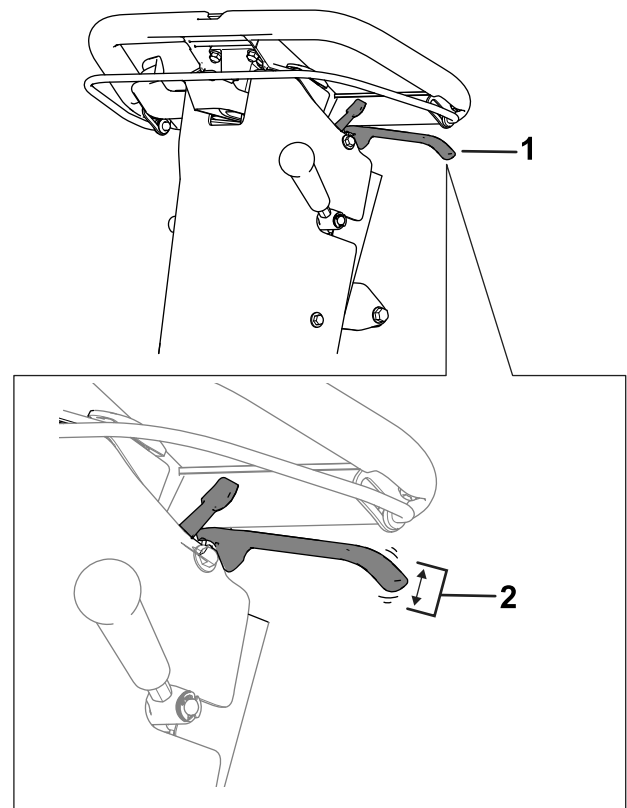

Figura 31
2. Mida la holgura al final de la palanca del freno de estacionamiento (Figura 31)